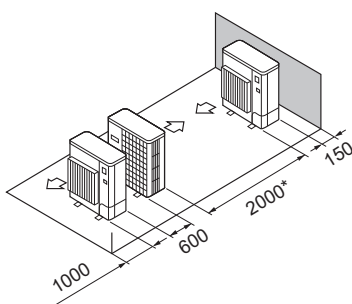

Fig. 2-17
- (5) Disposition pour un seul appareil parallèle (Fig. 2-17)